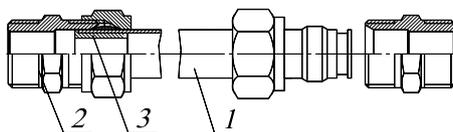

Рис.7. Соединение нагревательных элементов конвектора.
- 5.3 Для исполнения конвектора, состоящего из двух секций Рис.5 при помощи медных труб 15x1 и обжимных фитингов из комплекта монтажных частей, соединить нагревательные элементы секций (рис.7). Для этого необходимо через отверстие в корпусе вставить трубки в патрубки нагревательных элементов, закрутить гайки рукой до упора, после этого гаечным ключом завернуть гайки на 1¼ оборота.